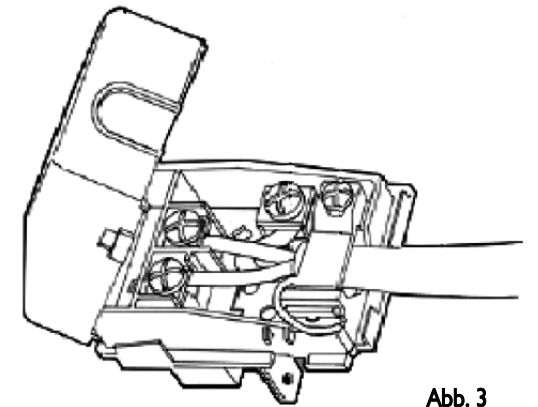

Abb. 3
- Führen Sie das Stromkabel in die Kabelklemme ein und schließen Sie die Leiter an die Klemmenleiste (Abb. 3) an.